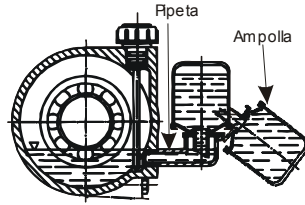

Fig. 3: Engrasador
- se el soporte es equipado de engrasador, volcar la ampolla y verter la grasa en la pipeta hasta que alcanza el nivel según lo indicado en la fig. 3 llene el bulbo de cristal y póngalo en posición vertical. Compruebe que el nivel de la ampolla esté constante. Los tipos de grasa indicados en tab. 1 son válidos para las temperaturas entre - 10° y 120°C.